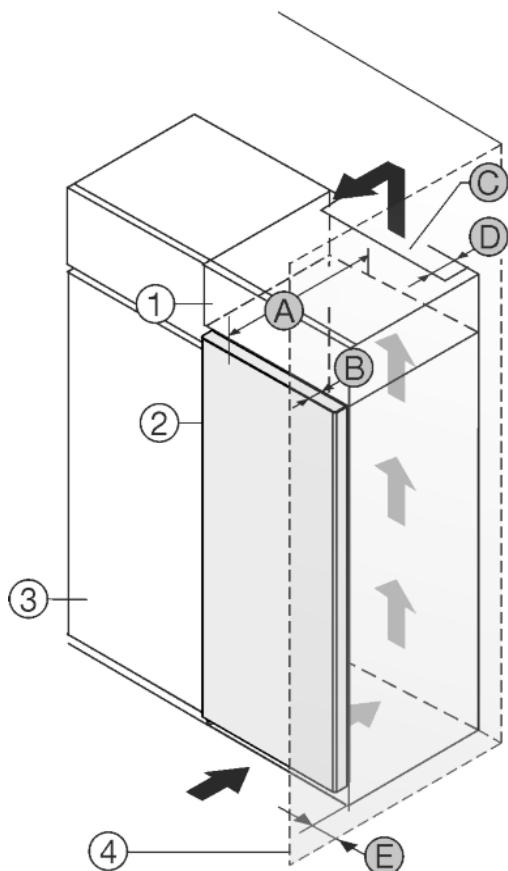

Fig. 28
Устройство может быть окружено кухонными шкафами. Чтобы уравнять устройство Fig. 28 (2) по высоте с кухонной стенкой, можно установить над устройством дополнительный шкафчик Fig. 28 (1).
Установить устройство можно непосредственно рядом с кухонным шкафом Fig. 28 (3). Чтобы можно было полностью открыть двери, устройство должно выступать на глубину Fig. 28 (B) относительно передней стенки кухонного шкафа. В зависимости от глубины кухонных шкафов и использования пристенных распорок устройство может выступать и больше.
- На задней стенке дополнительного шкафчика должен быть вентиляционный канал с глубиной Fig. 28 (D) по всей ширине этого шкафа.
- Нужно соблюдать вентиляционное отверстие Fig. 28 (C) под нижней панелью.
Если устройство установлено на шарнирах у стены Fig. 28 (4), то нужно соблюдать расстояние Fig. 28 (E) между устройством и стеной.